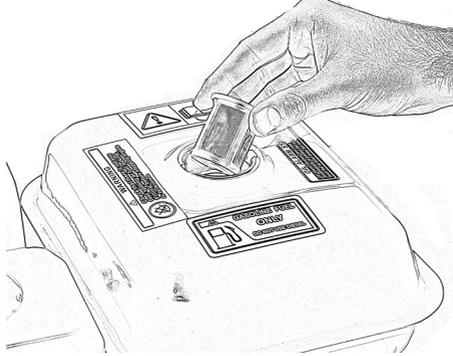

Bild 15
- Öppna tanklocket och ta bort tankens sil, fig. 15.